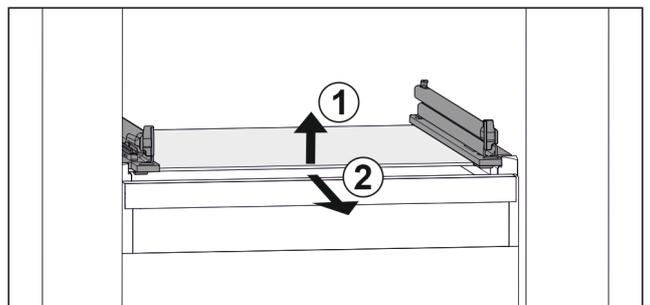

Fig. 112 Rappresentazione esemplificativa del ripiano in vetro
- Sollevare il ripiano in vetro dal davanti. Fig. 112 (1)
- Rimuovere il ripiano in vetro tirando in avanti. Fig. 112 (2)